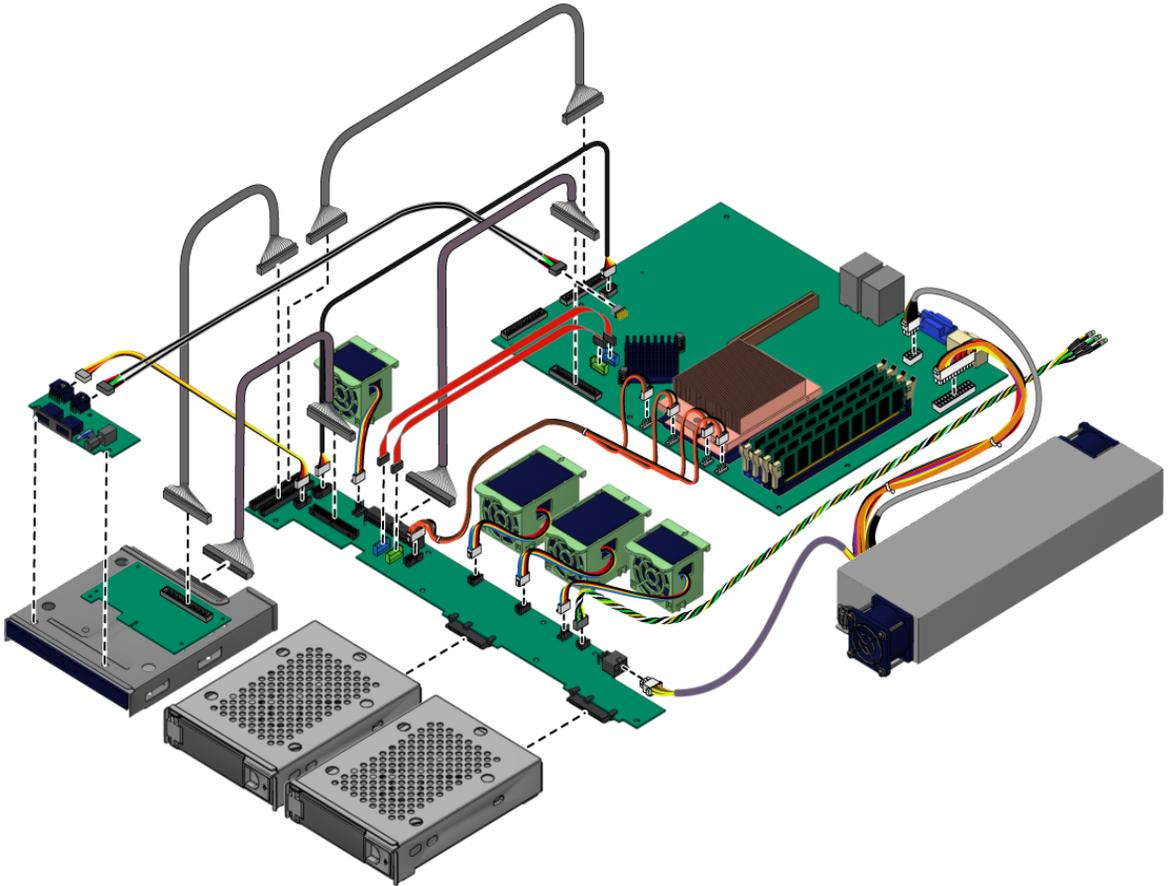

图 4-38 服务器内部线缆布线
4. 在重新安装左侧检修面板之前，请确保所有线缆的布线正确，而且所有线缆连接器均已正确插接。请参阅图 4-38。